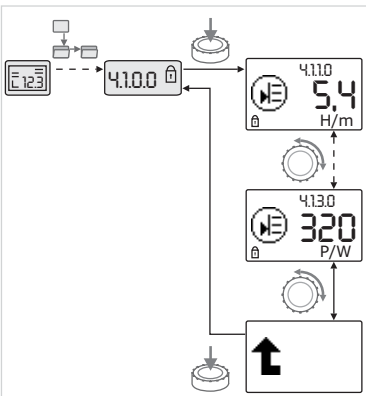

Fig.44: Tietojen hakeminen näyttöön
- Punaista painiketta kiertämällä valitaan "Tietoja" -tyypin valikko-osia tämänhetkisistä alavalikoista (katso Fig. 44). Symbolein esitettyjen säätöjen selitykset, katso taulukko luvussa 8.7 "Valikon osien viitteet" sivulla 95.